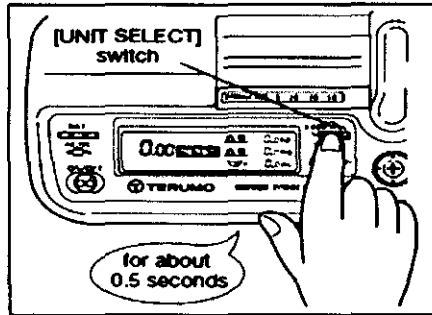

Fig. 38: [UNIT SELECT] switch: Botón [SELECCIÓN UNIDAD]; for about 0.5 seconds: alrededor de 0.5 segundos
- 1) Mientras la unidad de dosis por tiempo ($\mu\text{g}/\text{kg}/\text{min}$) titila en la pantalla del modo Peso Corporal, pulse y mantenga oprimido el botón [SELECCIÓN DE UNIDAD] por alrededor de 0,5 segundos (Fig. 38). La unidad de dosis cambia a $\text{mg}/\text{kg}/\text{h}$.